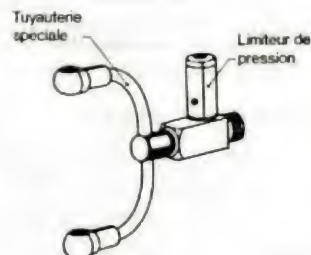

Fig. 22.
- Brancher deux raccords de sortie H.P. déterminés et diamétralement opposés (repères X et V des cylindres 1 et 4 par exemple) à une tuyauterie spéciale munie d'un limiteur de pression (1) (fig. 22 et 23).